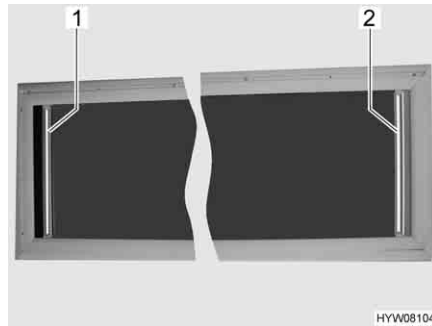

Bild 102 Överkantshängt takfönster
- Stänga:** ■ Ta tag i mitten på plisségardinens (Bild 102,2) list, dra ut den och släpp den i önskad position. Plisségardinen stannar i denna position.
- Öppna:** ■ Ta tag i mitten på plisségardinens (Bild 102,2) list och skjut den långsamt till det ursprungliga läget.
- Stänga:** ■ Ta tag i mitten på insektsskyddets (Bild 102,1) list, dra ut det och släpp det i önskat läge. Insektsskyddet stannar på denna position.